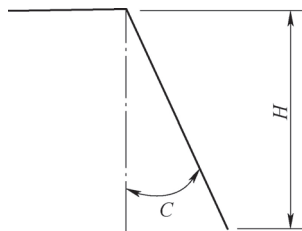

图3 脱模斜度示意
1) 产品设计需将产品（见图3）脱模斜度设计 $>5^\circ$ ，当 $H<10\text{mm}$ ，需要 $C\geq 5^\circ$ ；当 $10<H<50\text{mm}$ ，需要 $C\geq 7^\circ$ ；当 $50<H<80\text{mm}$ ，需要 $C\geq 9^\circ$ ；当 $H>80\text{mm}$ ，需要 $C\geq 12^\circ$ 。随着产品落差 H 增大，脱模斜度 C 也会增大，更有利于产品脱模成型。